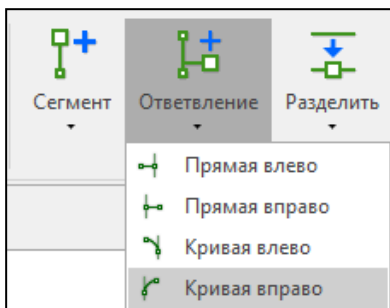

Рис. 6.4
3. Выделите первый прямой элемент участка №1 и в выпадающем меню **Ответвление** (рис. 6.4) добавьте кривую вправо с радиусом 0,5 и углом 90° , установив позицию ответвления 0,5 и толщину ответвления 1,0.